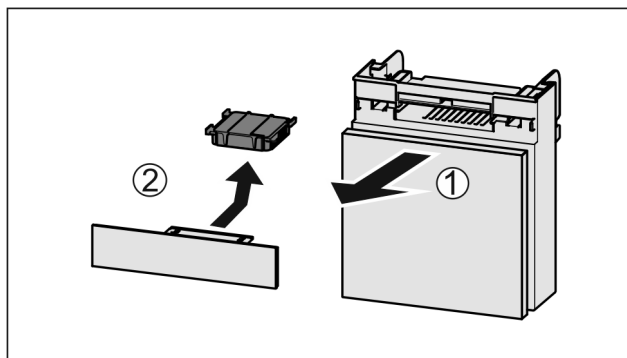

Fig. 202
- Fach nach vorne herausziehen Fig. 202 (1).
- Aktivkohlefilter entnehmen Fig. 202 (2).